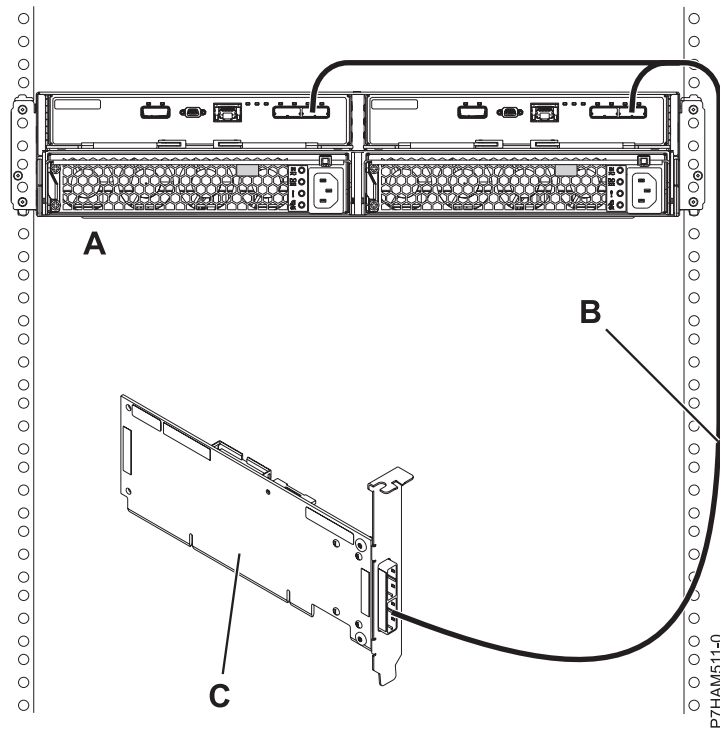

Figure 35. Mode 1 de connexion d'un boîtier d'unité de disque 58/87 via un câble YO à un adaptateur SAS unique
9. Effectuez la connexion de mode 1 d'un boîtier d'unité de disque 58/87 (A) via un câble YO (B) vers un adaptateur SAS unique (C), comme illustré dans la figure 35, à la page 73.